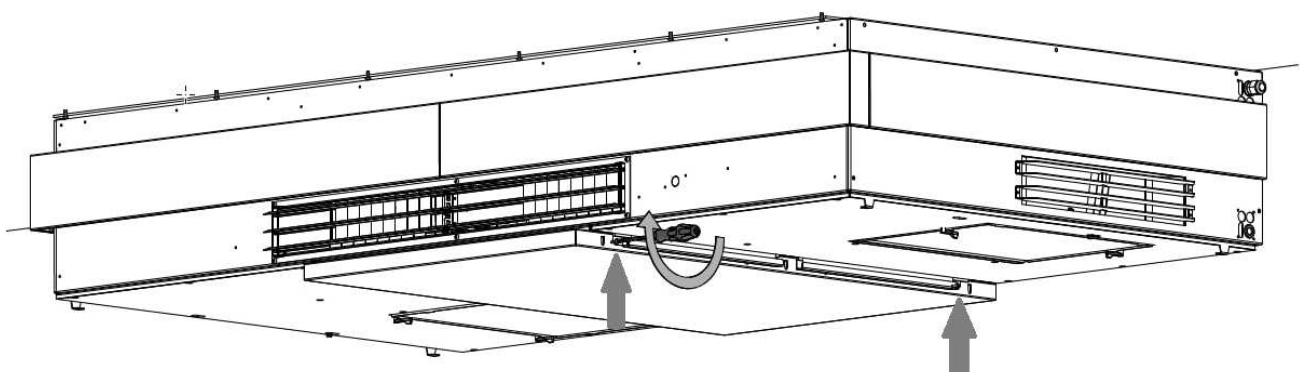
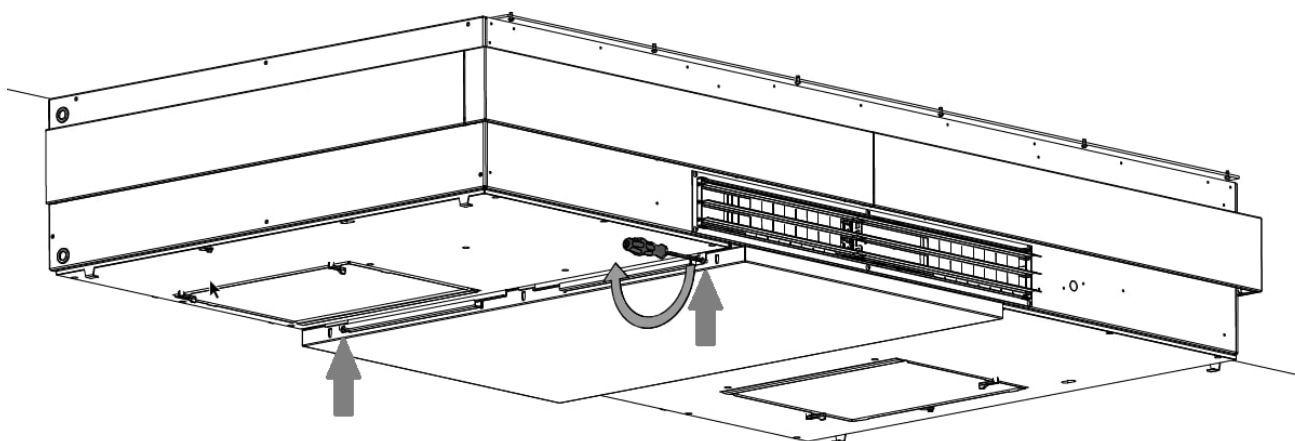

Abbildung 52: Montieren des Gehäusedeckels auf der rechten Seite
Abbildung 53: Montieren des mittleren Gehäusedeckels auf der linken Seite
2. Montieren Sie den Gehäusedeckel mit zwei kurzen Schrauben auf jeder Seite, siehe Abbildung 52 und Abbildung 53.